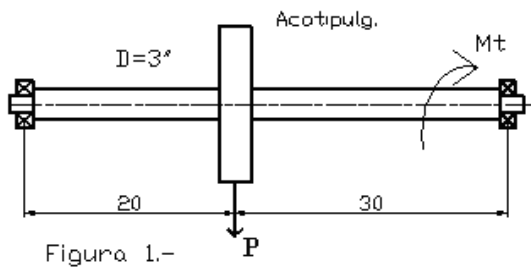

Figura 1.-
1.- Encuentre el peso permisible de un volante en la figura 1. El material es acero 1018 T.F. la flecha gira y soporta un torque estable de 4000 lb-plg. Las cargas son estables. Use normas ANSI-ASME